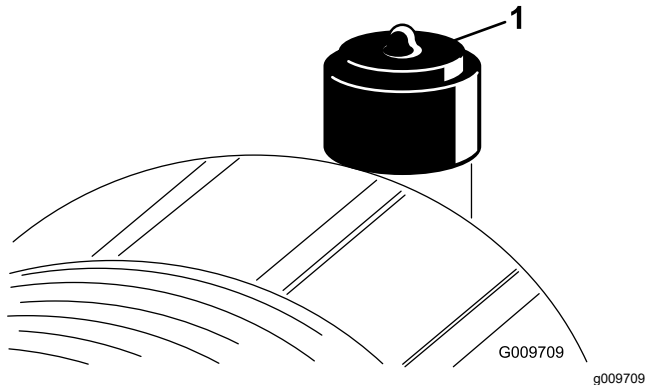

Figure 81
Faites l'entretien du filtre à air uniquement quand l'indicateur de colmatage (Figure 81) indique que cela est nécessaire. Ne remplacez pas le filtre à air plus fréquemment que nécessaire ; cela ne fait qu'accroître le risque de contamination du moteur par des impuretés quand le filtre est déposé.
2. Réarmez l'indicateur de colmatage (Figure 81) s'il est rouge.